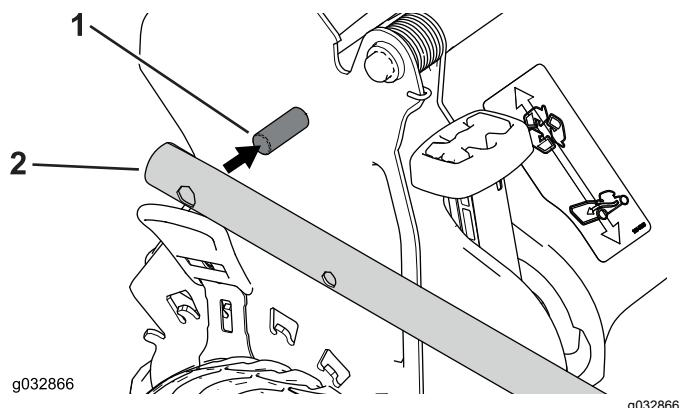

Figure 4
1. Bouton du guidon (2) 2. Boulon de carrosserie (2)
2. Montez les extrémités du guidon sur le carter de la tondeuse de telle sorte que la goupille fixée à chaque support du guidon soit insérée dans le trou inférieur de l'extrémité associée (Figure 4).